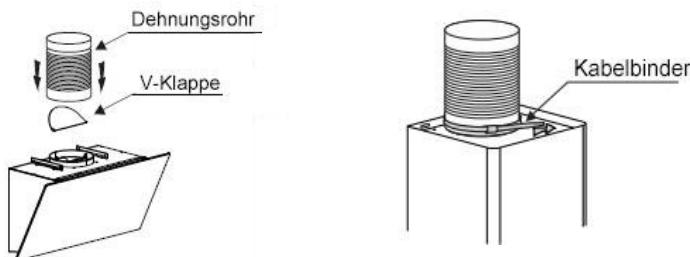

Bild 3
5. Bringen Sie die V-Klappe an der Dunstabzugshaube an und sichern Sie das Dehnungsrohr mit einem Kabelbinder am Luftauslass. Siehe Bild 3.